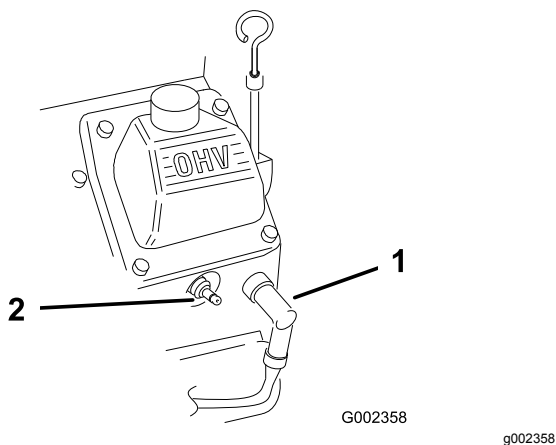

Figure 26
2. Débranchez le fil des bougies (Figure 26).
3. Rebranchez le fil des bougies (Figure 26).